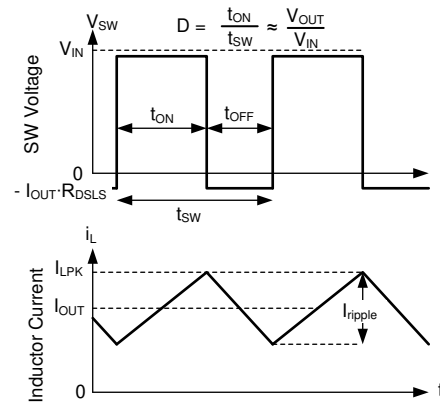

図 7-10. 連続モード (CCM) における SW 電圧とインダクタ電流の波形
LM656x5 の以下の動作の説明は、セクション 7.2 と 図 7-10 の波形を参照しています。両方とも、内蔵ハイサイド (HS) およびローサイド (LS) NMOS スイッチを各種デューティ サイクル (D) でオンにすることで、制御された出力電圧を供給します。HS スイッチのオン時間の間、SW 端子の電圧 (V_{SW}) は V_{IN} の付近までスイングし、インダクタ電流 (i_L) は線形的な傾きで増加します。HS スイッチは、制御ロジックによってオフにされます。HS スイッチのオフ時間 (t_{OFF}) の間、LS スイッチはオンにされます。インダクタ電流は LS スイッチを通して放電され、LS スイッチの両端の電圧降下によって V_{SW} をグランドより低い電圧まで強制的にスイングさせます。一定の出力電圧を維持するため、レギュレータ ループはデューティ サイクルを調整します。D は、HS スイッチのオン時間をスイッチング周期で割った値として次のように定義されます。 $D = T_{ON} / (T_{ON} + T_{OFF})$ 。